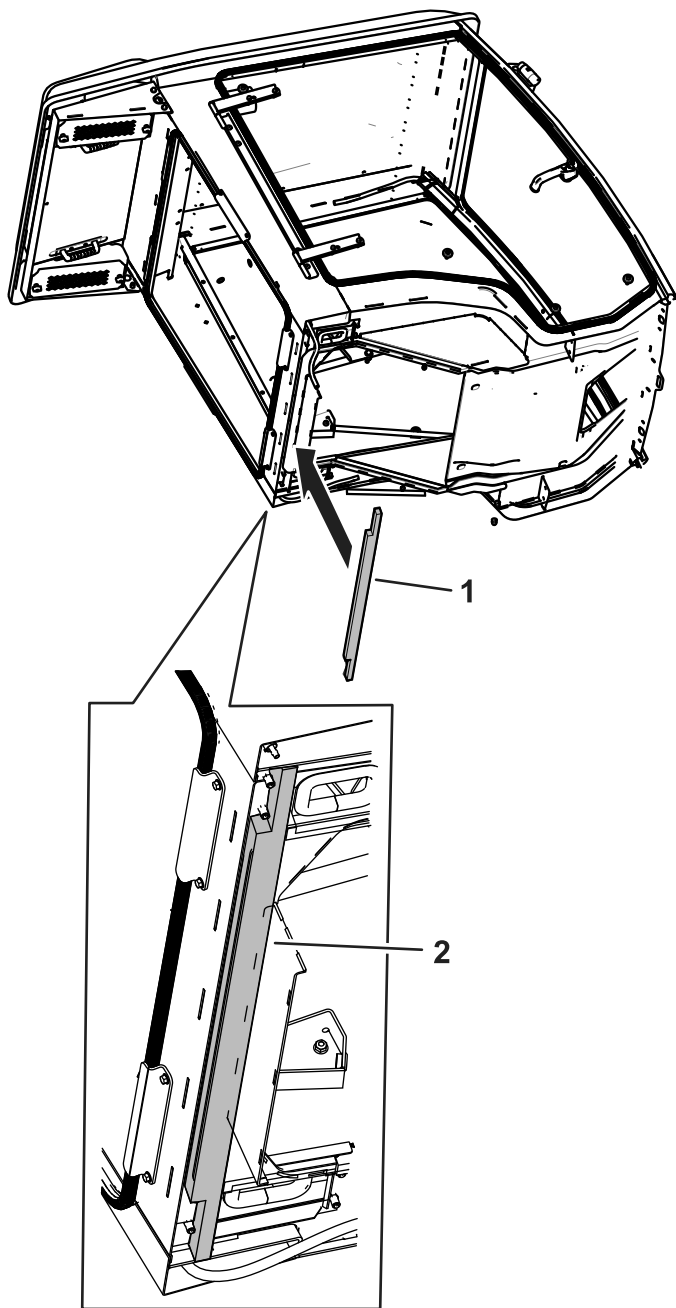

Figura 13
5. Instale la junta de espuma en la parte inferior de la cabina, como se muestra en la Figura 13.